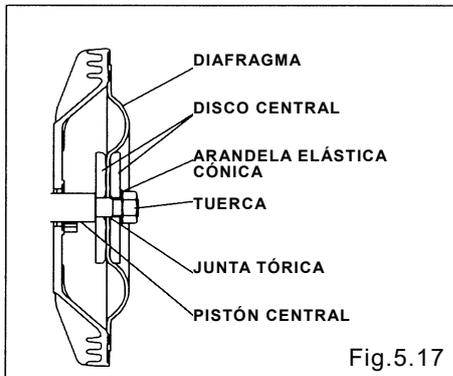

Fig. 5.17
- Mantenga el lado convexo hacia fuera (consulte Fig. 5.17).
- Coloque las juntas tóricas a ambos lados del diafragma. (consulte Fig. 5.17)